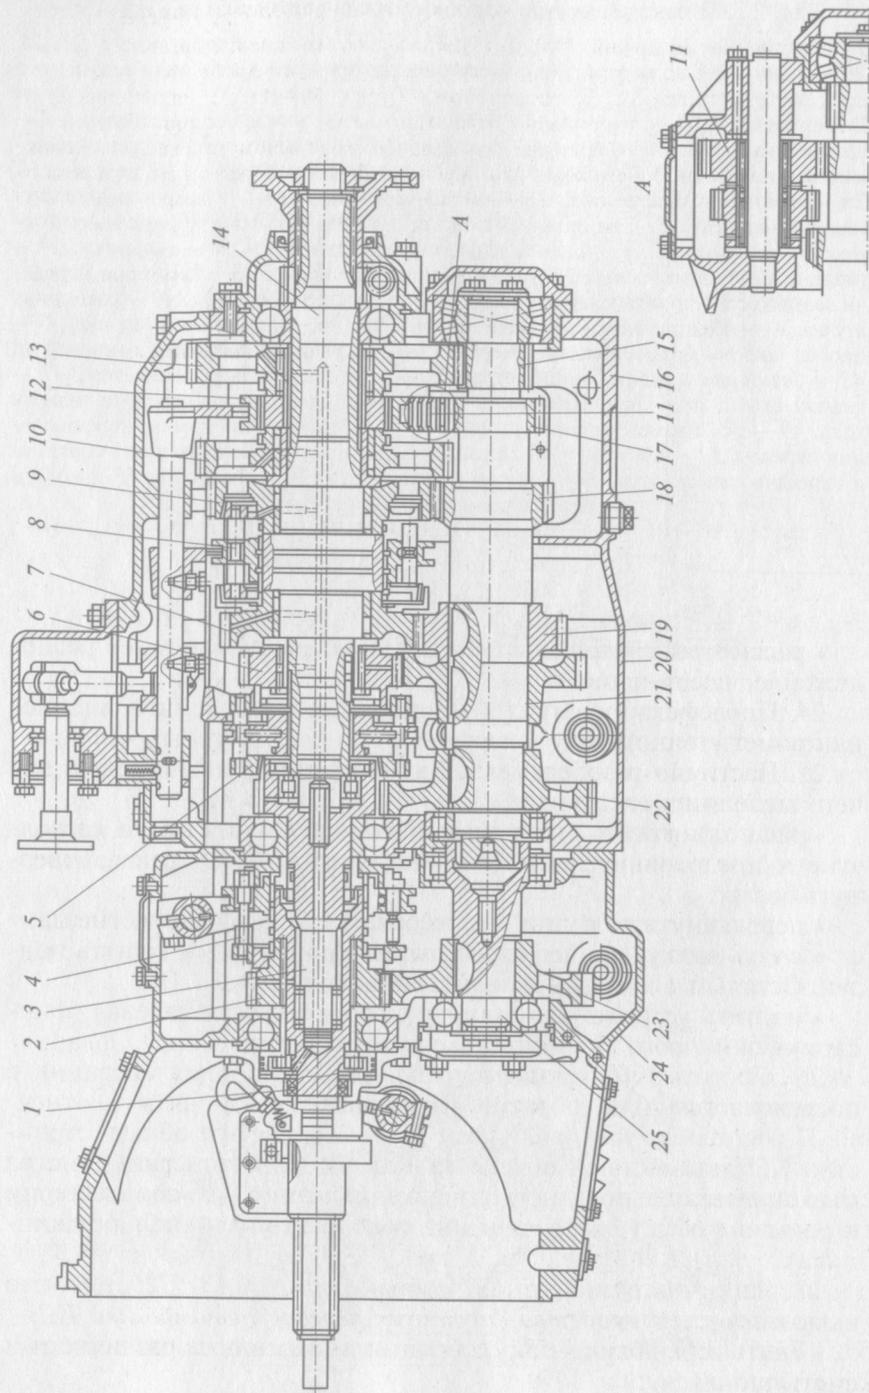

Рис. 2.8. Коробка передач автомобилей семейства КамАЗ:
27. Используя учебный плакат и рис. 2.8, изучить общее устройство КП автомобилей семейства КамАЗ. Обратит внимание на маслonaгнетательное устройство, а также на то, что все шестерни вторичного вала установлены на двухрядных игольчатых подшипниках.